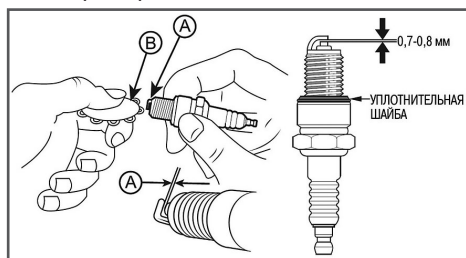

Рис. 19 Зазор между электродами свечи зажигания
- Измерьте зазор А между электродами свечи зажигания специальным щупом В (Рис. 19). Зазор должен быть 0,7-0,8 мм (Рис. 19). При увеличении или уменьшении требуемого зазора, рекомендуется заменить свечу, так как регулировка зазора может привести к изменению качества искрообразования.